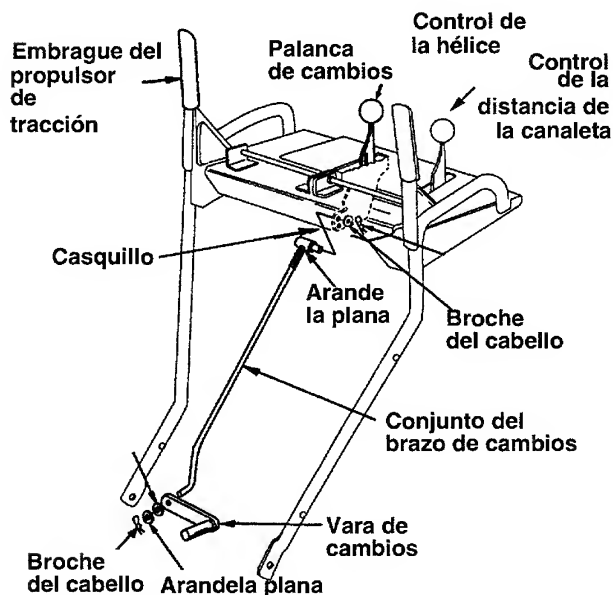

Figura 5
- Coloque la palanca de cambios en la posición de sexta (6) velocidad.
- Coloque el extremo doblado de la vara de cambio dentro del orificio en el conjunto del brazo de cambios. Vea la figura 5. Asegure con la arandela plana de 5/16 y el broche de cabello del conjunto de ferretería (grupo D en la página 6).
- Asegure el casquillo a la palanca de cambios con otra arandela plana de 5/16 y broche del cabello del grupo D del conjunto de ferretería. Vea la Figura 5.